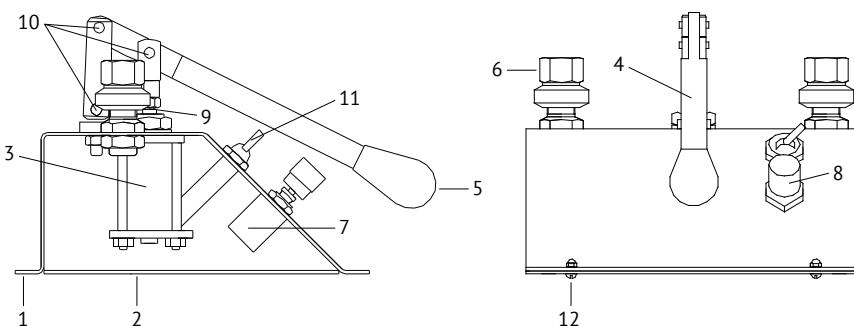

Рис. 1. Пневматическое устройство для сравнительной калибровки:
4.1 Внешний вид устройства показан на Рис. 1.
- 8.2 При ежедневном техническом обслуживании производят внешний осмотр, очищают от загрязнений и пыли сухой чистой ветошью. Проверяют наличие смазки на поверхности штока 9 (*Рис. 1*) и в шарнирных соединениях 10. При её отсутствие или недостаточном количестве произвести смазывание соединений 10 консистентной смазкой ЛИТОЛ – 24 ГОСТ 21150-87, а поверхность штока 9 консистентной силиконовой смазкой (не аэрозоль).
- 8.3.2 Открутите винты 12 (*Рис. 1*) и снимите нижнюю крышку 2;